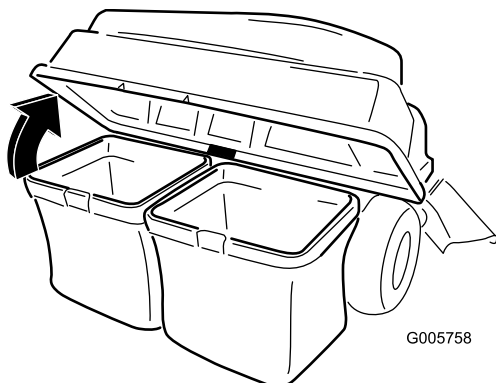

Figure 26
3. Ouvrez (soulevez) le couvercle du système de ramassage (Figure 26).